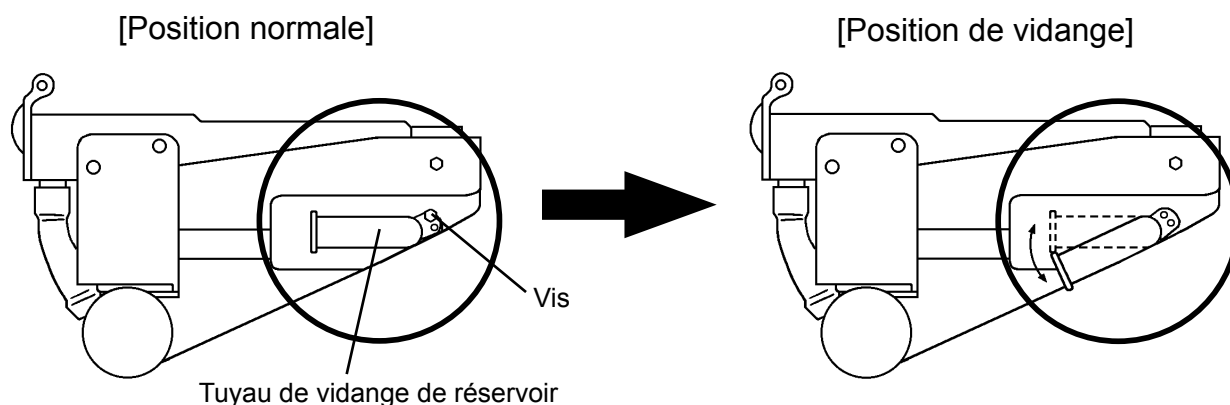

Fig. 9
- 1) Retirer la vis située sur le devant du réservoir d'eau. Mettre le tuyau de vidange du réservoir d'eau en position de vidange (voir Fig. 9). Fixer le tuyau de vidange de réservoir avec la vis.